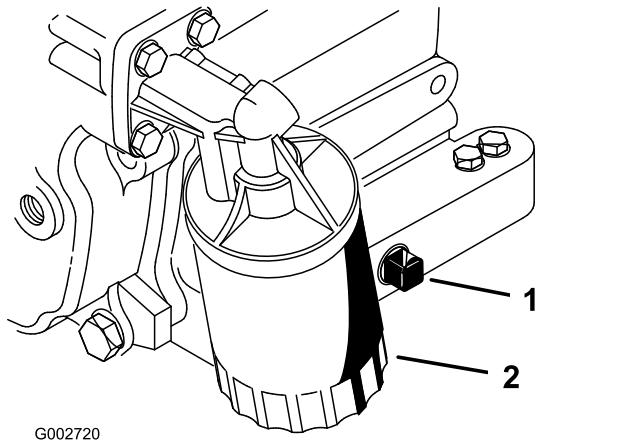

Figura 28
- Retire o tampão de escoamento (Figura 28) e deixe o óleo escorrer para um recipiente adequado. Quando o óleo parar, volte a montar o tampão de escoamento.
- Retire o filtro do óleo (Figura 28).